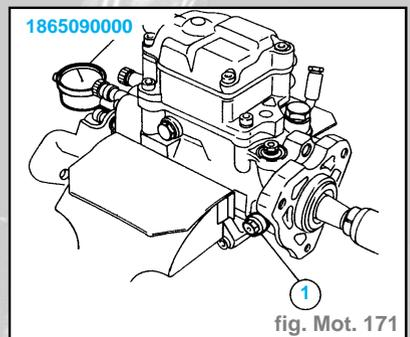

fig. Mot. 171
- Ôter le bouchon situé sur le couvercle de la pompe et visser l'outil palpeur **1865090000** avec comparateur au contact de la tête du piston distributeur. Faire tourner l'arbre de pompe dans le sens contraire aux aiguilles d'une montre jusqu'à atteindre le P.M.B. du piston distributeur, indiqué par le comparateur (fig. Mot. 171).